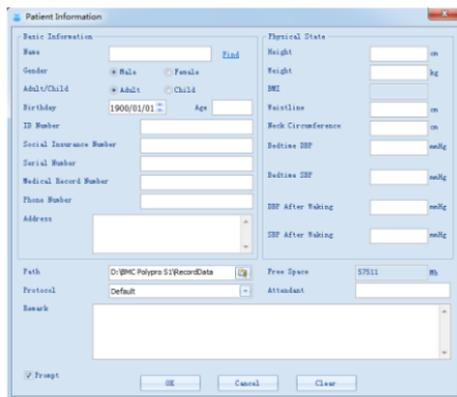

Figura 2-18
- (4) Seleccione un registro y haga clic en el botón “OK”, y aparecerá la interfaz “Patient Information”, Como se muestra en la Figura 2-18.